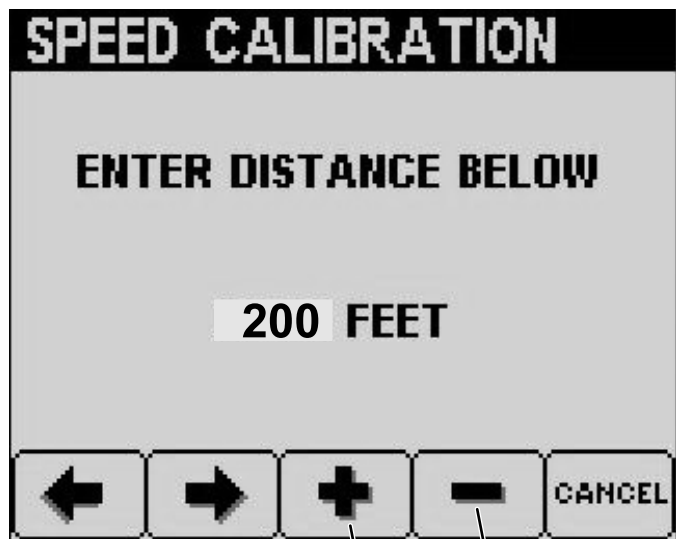

Figura 39
2. Para aceder ao ecrã Velocidade, prima o botão 2 no ecrã Calibração até chegar a Velocidade, depois prima o botão 4 (Figura 39) para selecionar Velocidade.